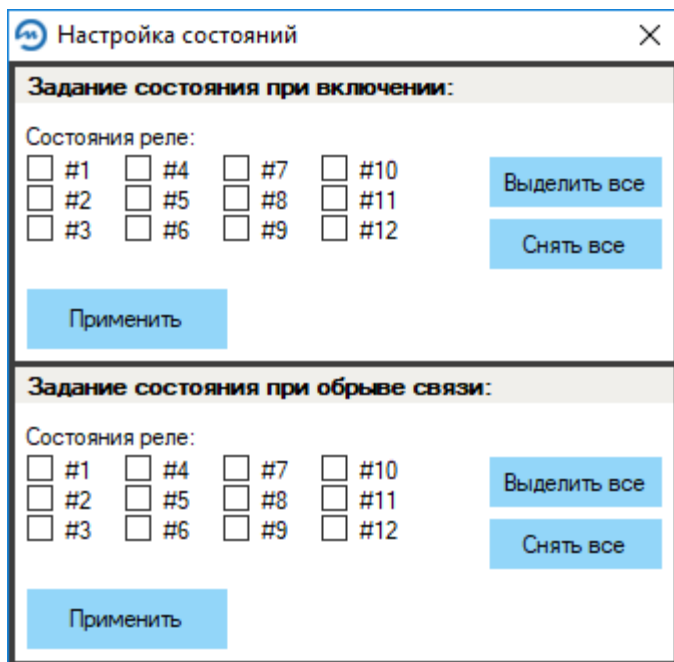

Рисунок 8 — Окно «Настройка состояний»
3.5.6 Для определения состояний нажмите кнопку «Настройка состояний», на экране отобразится окно «Настройка состояний» (рисунок 8).